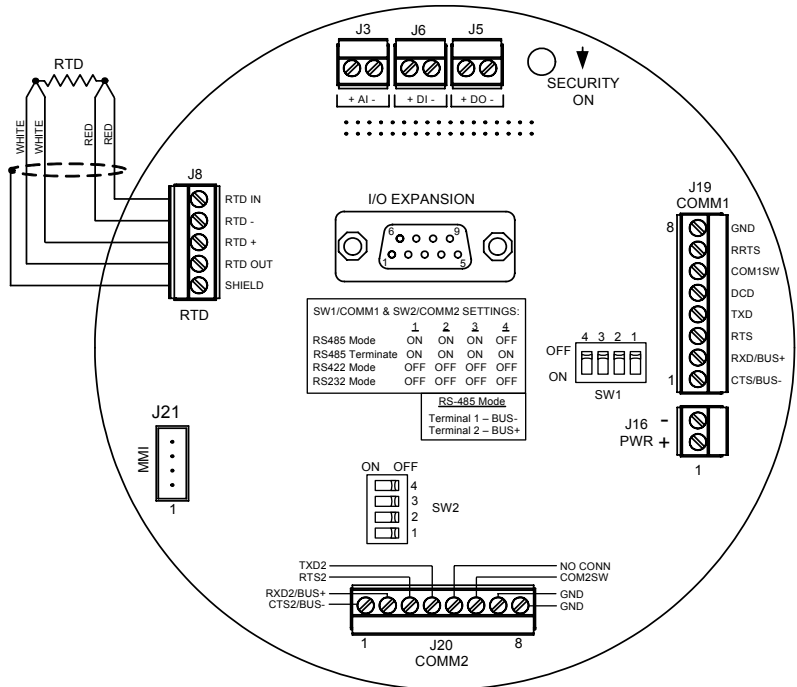

Abbildung 9 (XFC6200EX Anschlüsse)
8. Schrauben Sie die Kabelschuhe der Sonde an den kleinen Schraubenköpfen fest (vgl. Zeichnung). Eine Farbe (in der Regel weiß) gehört zu einer Seite des RTD und wird an die RTD-Anschlüsse des 6200EX (Out und +) angeschlossen. Die andere Farbe (normalerweise rot) gehört zur anderen Seite des RTD und wird an (In und -) angeschlossen. Abbildung 9 auf Seite 12 zeigt die RTD-Anschlussklemmen am 6200EX.
- Stellen Sie fest, ob die Schalter SW1 und SW2 an der Anschlussplatine des 6200EX richtig eingestellt sind. (Siehe Abb. 9 auf Seite 12)